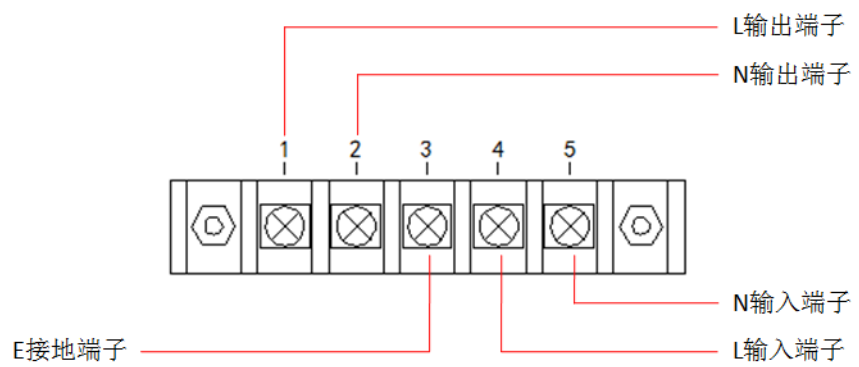

图 1-1 接线示意图
- 4) 电源输入相线 L、零线 N、地线 E 应与本仪器电源插头相同。移去后面板电源保护上盖，具体接线示意如图 1-1：